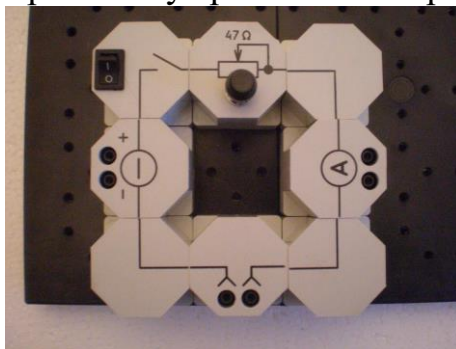

Рис. 8.
1. Скласти коло за схемою, зображеною на рис. 8 (загальний вигляд розташування модулів на набірному полі).